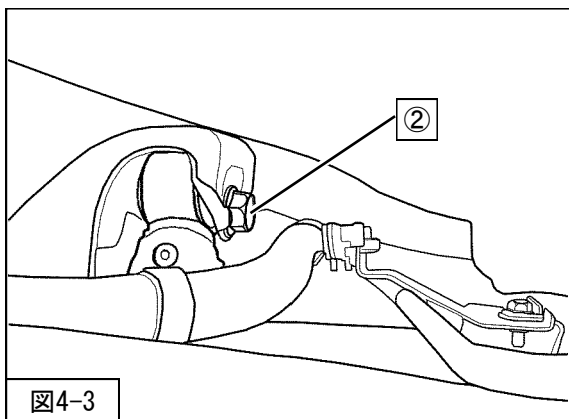

図4-3
3. ②リアショックアブソーバASSYアッパー取付ボルトを仮締めしてください。（図4-3）
①車高センサ取付ボルト（締付トルク：10N・m）